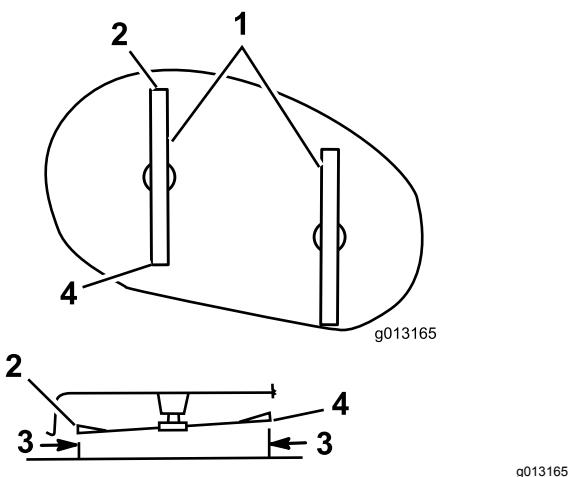

Figura 46
Rode cuidadosamente as lâminas da frente para trás (Figura 46).
7. Meça a distância entre a ponta dianteira da lâmina esquerda e a superfície plana (Figura 46).